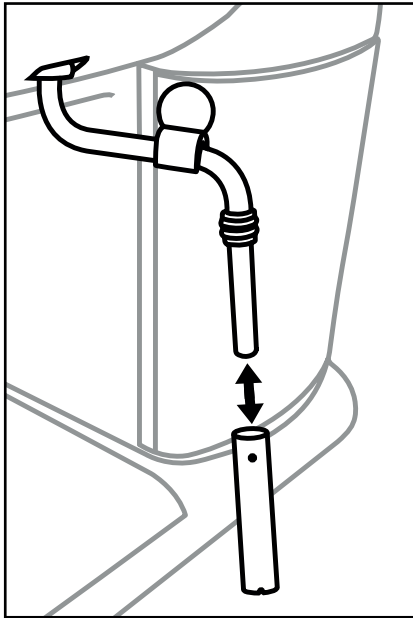

Figura 1
- 1) Collocare un contenitore vuoto sotto lo schiumatore per il latte ❹.
- 2) Subito dopo l'uso ruotare il regolatore del vapore ❷ portandolo su "III" e lasciar fuoriuscire il vapore per alcuni secondi.
- 3) Chiudere il regolatore del vapore ❷ (ruotandolo verso "0" fino alla battuta), spegnere l'apparecchio e sfilare la spina dalla presa di rete.
- 5) Sfilare l'involucro dello schiumatore per latte ❹ (Figura 1) e pulirlo accuratamente in acqua calda.
- 7) Far scorrere nuovamente l'involucro sull'ugello (Figura 1).